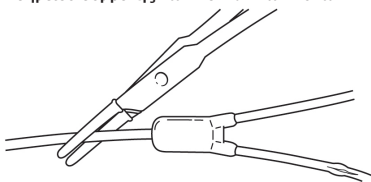

Fig. 10
1. Προετοιμάστε την περιοχή. Αποκλείστε σφικτά τον καθετήρα, περιφερικά του σημείου συμβολής των πολλαπλών αυλών, με λαβίδα με ελαστική επικάλυψη των σιαγόνων (Fig. 10)